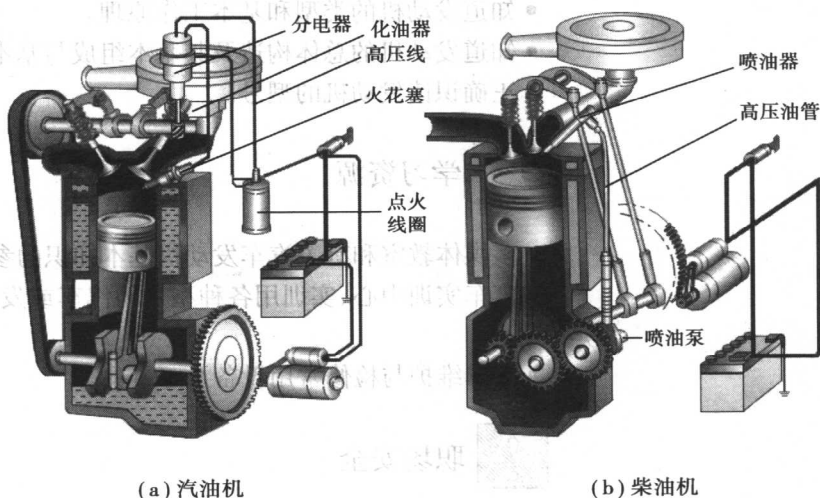

图 1.1 发动机按所用燃料分类
(1) 按所用燃料分类
- 汽油机:用汽油作燃料的发动机(图 1.1(a))。
- 柴油机:用柴油作燃料的发动机(图 1.1(b))。